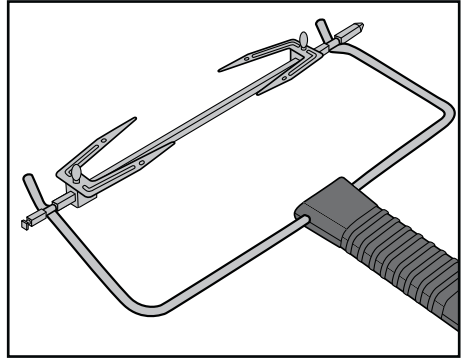

Fig. 3: Aggancio della pinza **12** allo spiedo **16**.
- Per prelevare lo spiedo bollente **16**, introdurre il gancio presente sull'estremità della pinza **12** negli avvallamenti dello spiedo **16** (fig. 3):